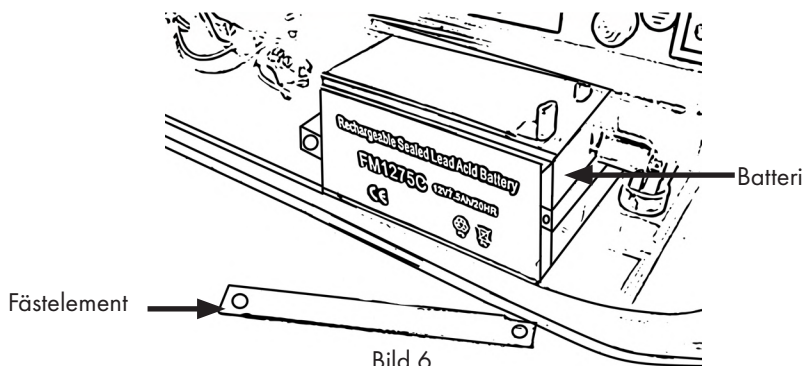

Bild 6
- Sätt först i batteriet enligt bild 6 och skruva fast det med skruvarna på framsidan.